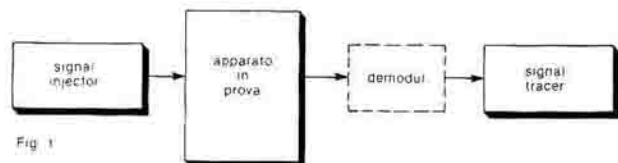

Fig. 1
Per realizzare gli impulsi di comando manuali, due porte NAND (fig. 1 A) sono collegate in modo da realizzare un classico circuito bistabile set-reset (RS), appunto comandato da un commutatore a pulsante.
L'apparecchio di prova nel suo complesso è rappresentata nello schema a blocchi di fig. 1.